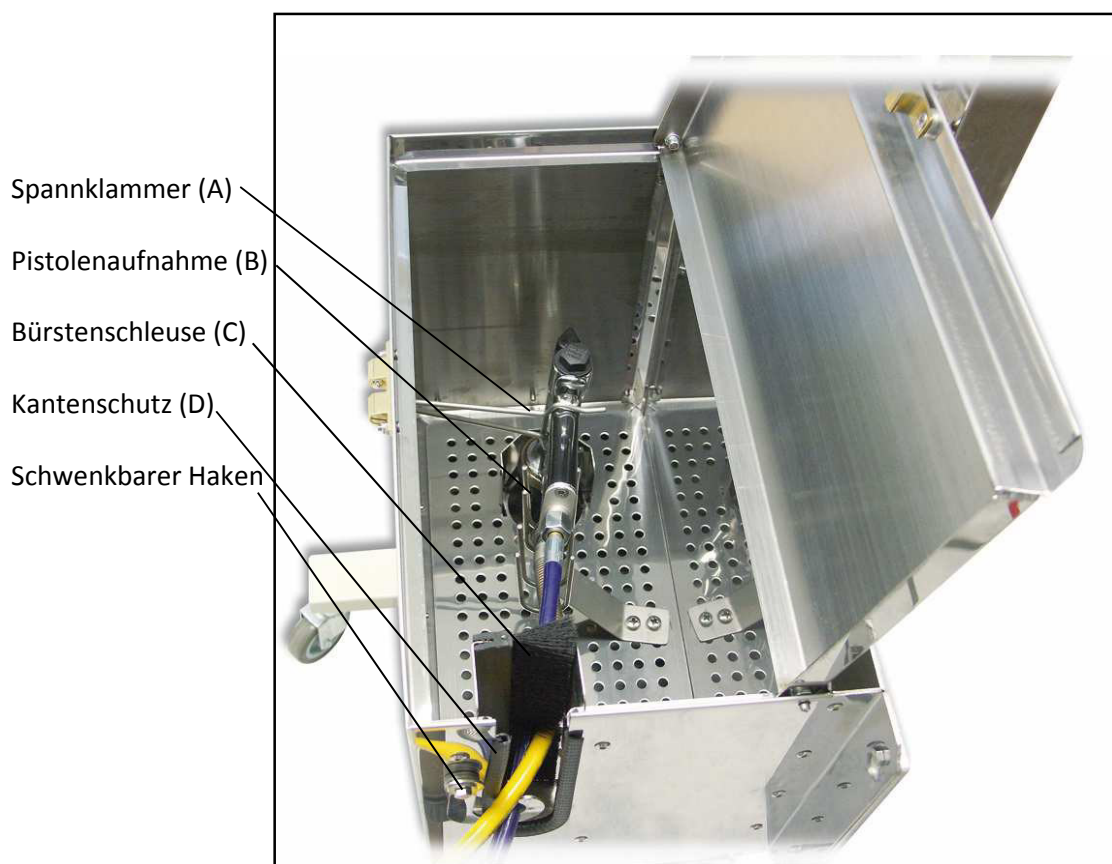

Abbildung 8-1
3. Zerstäuberluft der Pistole ausschalten und Pistole in die Pistolenaufnahme einsetzen (Vgl. Abbildung 8-1).
4. Den oder die Schläuche von oben in die Bürstenschleuse führen und mit dem schwenkbaren Haken sichern (Vgl. Abbildung 8-1).